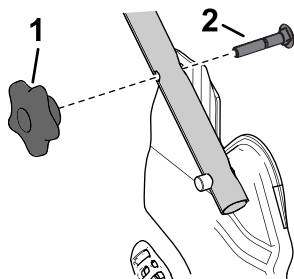

Figura 23
1. Togliete e conservate le 2 manopole della stegola e i 2 bulloni a testa tonda dalle staffe della stegola (Figura 23).